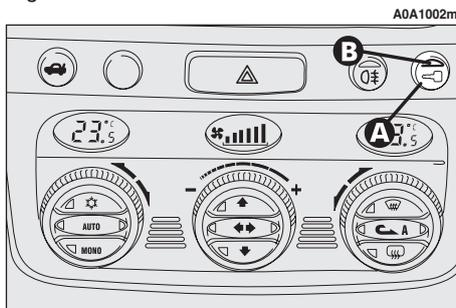

fig. 12
– Per chiudere la porta, tirare il battente, quindi per impedire l'apertura dall'esterno della porta, premere il pulsante (A-fig. 12) ubicato su plancia, il led di deterrenza (B) ubicato sul pulsante stesso si illumina con luce gialla a conferma dell'avvenuto bloccaggio.